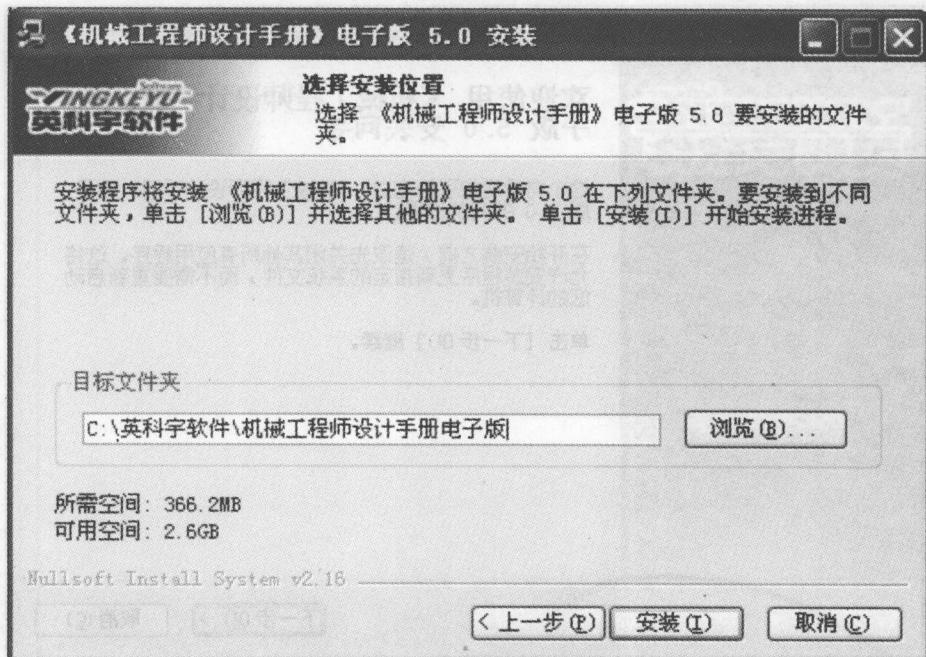

图 2-3 “选择安装位置”对话框
如果您接受该协议, 请点击“我同意 (I)”按钮, 之后出现“选择安装位置”的对话框, 如图 2-3 所示。